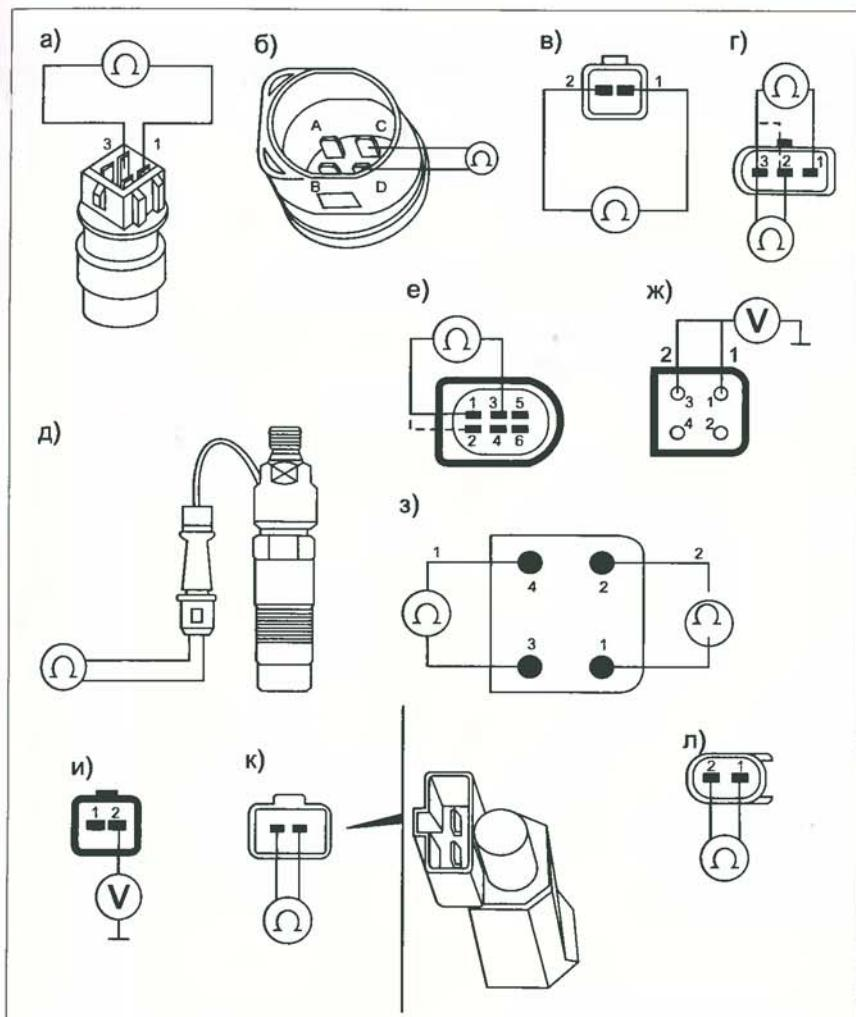

Рис. 11. Проверка датчиков двигателя
Для проверки датчика ECT необходимо извлечь его из системы охлаждения двигателя, смоделировать изменение температуры датчика (например, нагревая его в горячей воде) и проверить изменение сопротивления (см. рис. 11а – для датчика типа 1 и рис. 11б – для датчика типа 2) в соответствии с данными табл. 4.
Для проверки датчика EOT необходимо извлечь его из системы смазки двигателя, смоделировать изменение температуры датчика (например, нагревая его в горячей воде) и проверить изменение его сопротивления (рис. 11в): при 20°C оно должно быть около 2600 Ом, а при 80°C – около 280 Ом.
- отключить разъем датчика СКР и измерить сопротивление обмотки: между контактами 3-2 оно должно быть около 1000 Ом (рис. 11г), а между контактами 1-2 и 1-3 – бесконечно большое;
- отключить разъем датчика INLS и проверить сопротивление обмотки, оно должно быть в пределах 90...120 Ом (рис. 11д), на горячем двигателе сопротивление обмотки может быть выше на 20 Ом);
- измерить сопротивление между контактами 2-3 разъема датчика APP, оно должно быть в пределах 800...1400 Ом (см. рис. 11е);
- нажать педаль акселератора, сопротивление между контактами 4-6 разъема APP датчика должно быть бесконечно большим, а при отпущеной педали – в пределах 600...1400 Ом (см. рис. 11е).
- отсоединить разъем датчика ВРР и проверить наличие напряжения +12 В на контакте 1 разъема жгута (см. рис. 11ж), если +12 В нет, проверить предохранитель F13, замок зажигания и соответствующие соединения;
- при включенном зажигании проверить наличие напряжения +12 В на контакте 3 разъема жгута (см. рис. 11ж), если +12 В нет, проверить предохранитель F2, реле K46, замок зажигания и соответствующие соединения;
- нажать педаль тормоза, сопротивление между контактами 1-2 разъема датчика ВРР должно быть равно нулю, а при отпущеной педали – бесконечно большим (см. рис. 11з);
- нажать педаль тормоза, сопротивление между контактами 3-4 разъема датчика ВРР должно быть бесконечно большим, а при отпущеной педали – равно нулю (см. рис. 11з).
- и при включенном зажигании проверить наличие напряжения +12 В на контакте 2 разъема жгута (см. рис. 11и), если +12 В нет, проверить предохранитель F2, реле K46, замок зажигания и соответствующие соединения;
- нажать педаль тормоза, сопротивление между контактами 1-2 разъема CPP-датчика должно быть бесконечно большим, а при отпущеной педали – около 0,3 Ом (см. рис. 11к).
Датчик FLLS находится в топливном баке. Для проверки его необходимо отсоединить от разъема и измерить сопротивление (см. рис. 11л): при нормальном уровне топлива (более 2/3 бака для кузова А4 и более 1/3 бака для А6) его величина должна быть около 430 Ом, а при низком уровне топлива в баке – около 100 Ом.